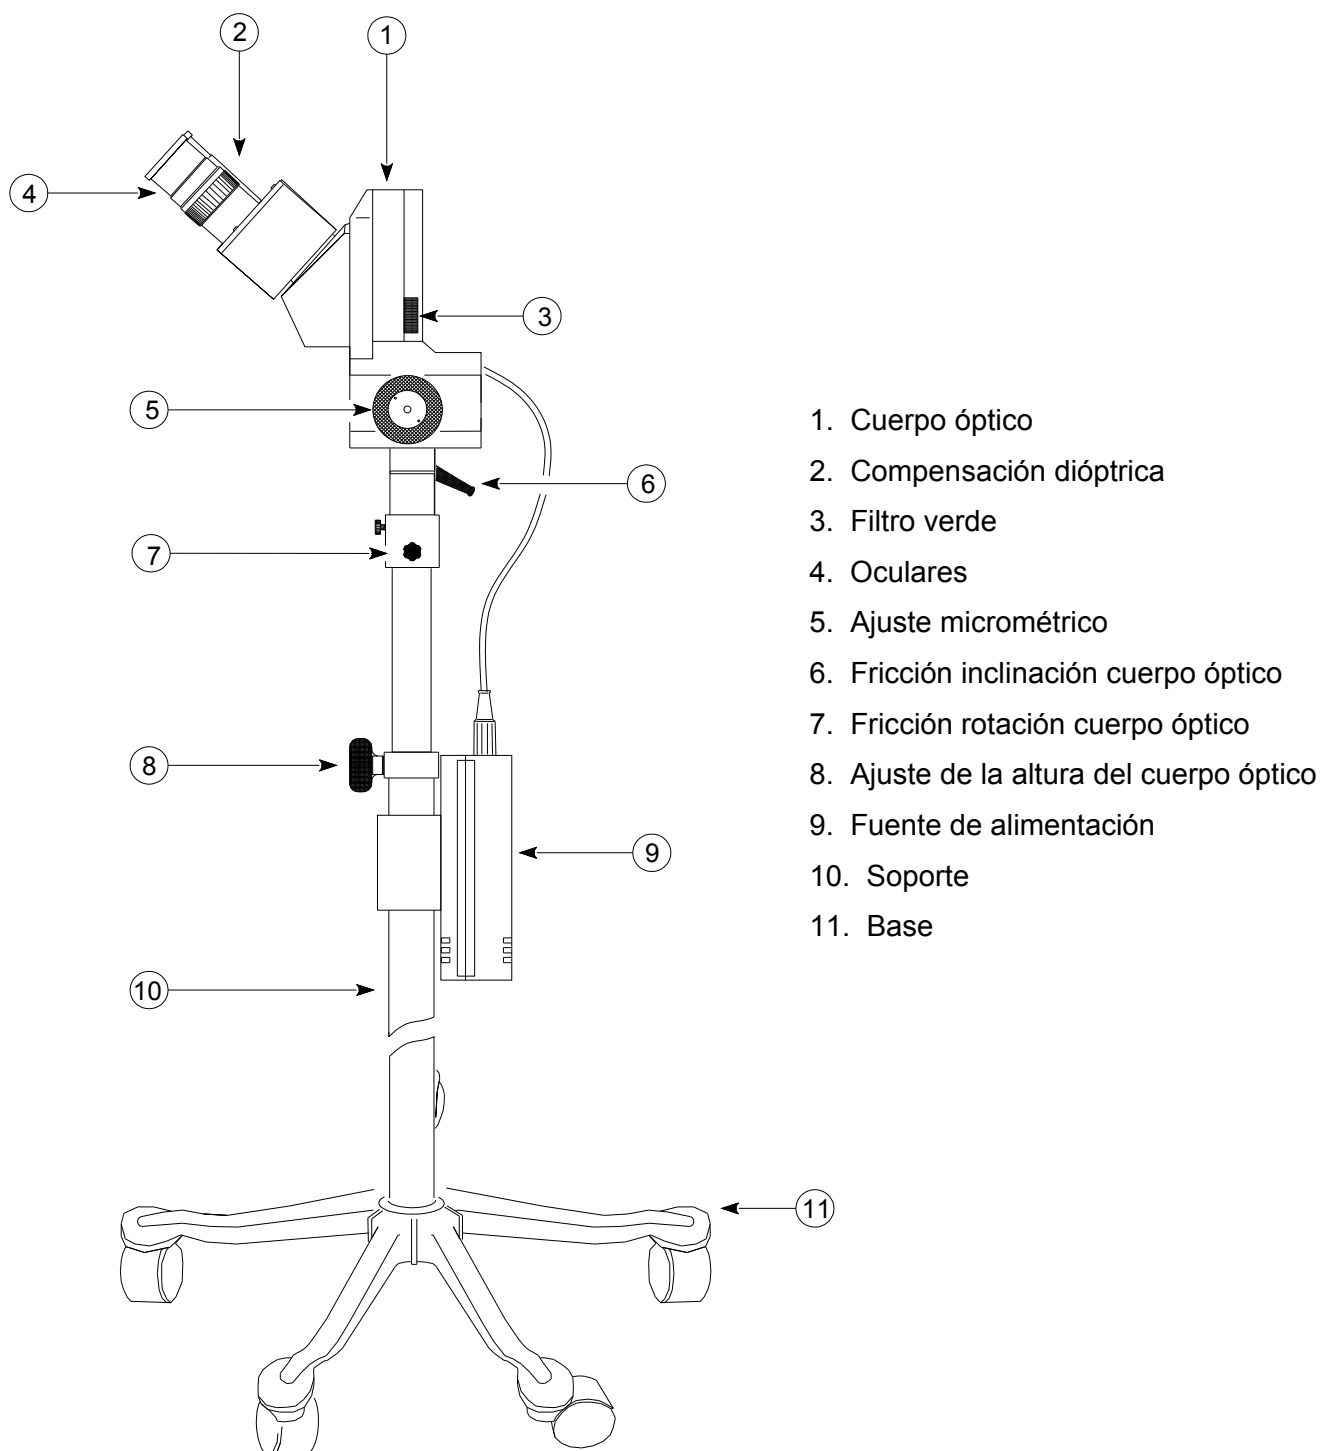

fig. 1
No afloje la perilla (8) (fig. 1) antes de montar el cuerpo óptico en el soporte (véase punto 3).
1. Después de aflojar la perilla (8) fig. 1, lleve el cuerpo óptico a la altura deseada y vuelva a atornillar la misma perilla.
2. Ajuste la resistencia de rotación e inclinación del cuerpo óptico actuando sobre las embragues (6-7) fig. 1.
4. Enfocar un objeto de prueba, posiblemente con una superficie plana, colocando el colposcopio a la distancia de trabajo correcta (ver tabla: Características Técnicas) y ajustando finamente el enfoque con la micrométrica (5) fig. 1.
- Mirando ahora con el ojo derecho, enfocar la imagen girando lentamente el anillo de compensación dióptrica (2) fig. 1.